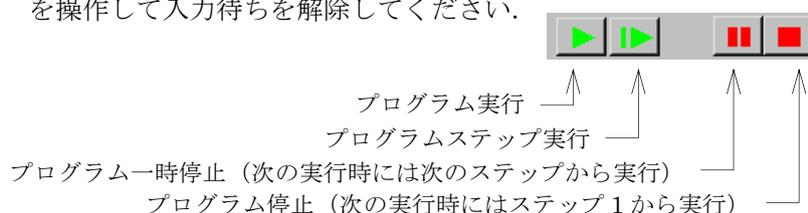

図 8.17 プログラム操作ボタン
② プログラムを保存する
③ プログラムを開く
④ プログラムを全消去
① プログラム操作ボタンによるプログラム確認
- 詳細操作画面のプログラム操作ボタンを図 8.17 に示します。プログラム実行ボタンを押すことで、ステップ 1 から空欄ステップまでの一連のステップを連続運転します。